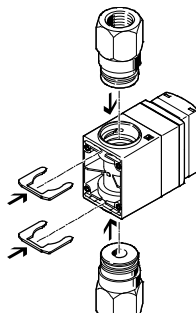

Fig. 10 Монтаж присоединительного патрубка: убедитесь в правильной посадке уплотнительного кольца.
- Смонтируйте присоединительный патрубок для подключения рабочей среды (→ Fig. 10)